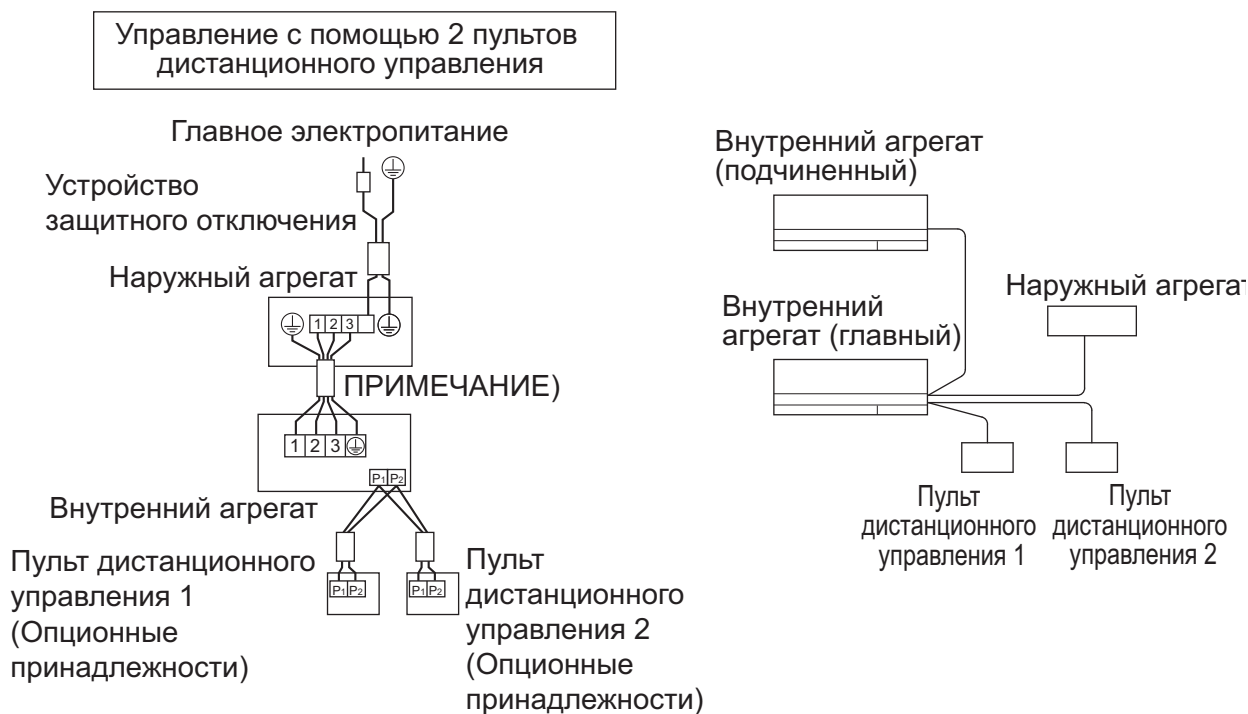

Рис. 28
- **Управление с помощью двух пультов дистанционного управления:** два пульта дистанционного управления управляют одним внутренним агрегатом. **(См. рис. 28)**